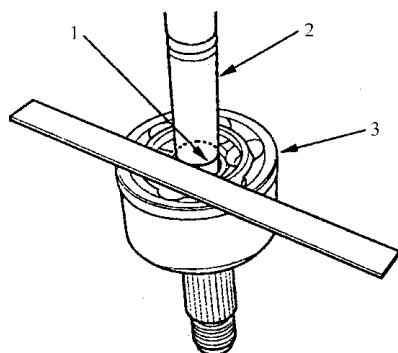

图 6-67 在半轴上作标记
4) 在与外球笼端部的相同位置处，如图 6-67 所示，在半轴上作一个标记。